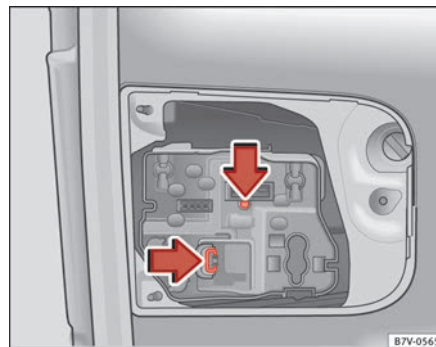

Fig. 210 Na porta do porta-bagagens: retirar o porta-lâmpadas.
5. Pressionar as linguetas de bloqueio no sentido da seta ⇒ Fig. 210 e extrair o porta-lâmpadas.